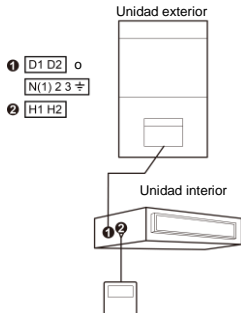

Fig. 4.4: Un mando mural controla una unidad interior.
- (1) Para conectar el mando mural a las unidades UNI SPLIT, se pueden utilizar las formas de conexión según las Fig. 4.4, 4.5, 4.6 o 4.7.
- (2) Cuando un mando mural o dos mandos murales controlan varias unidades interiores a la vez, el mando mural se puede conectar a cualquier unidad interior; sin embargo, la unidad interior conectada debe pertenecer a la misma serie de unidades interiores. El número total de unidades interiores controladas por el mando mural no debe exceder las 16. Todas las unidades interiores conectadas deben pertenecer a la misma red de unidades interiores. En el mando mural hay que configurar el número de unidades interiores en el grupo controlado. Véase “4.2.3 Configuración de los parámetros”, parámetro “P14”.
- (3) Cuando dos mandos murales controlan una unidad interior, las direcciones de estos mandos deben ser diferentes. Véase “4.2.3 Configuración de los parámetros”, parámetro “P13”.
- (4) Al conectar los bornes del mando mural, la polaridad no importa. Los bornes no deben conectarse a alta tensión eléctrica.